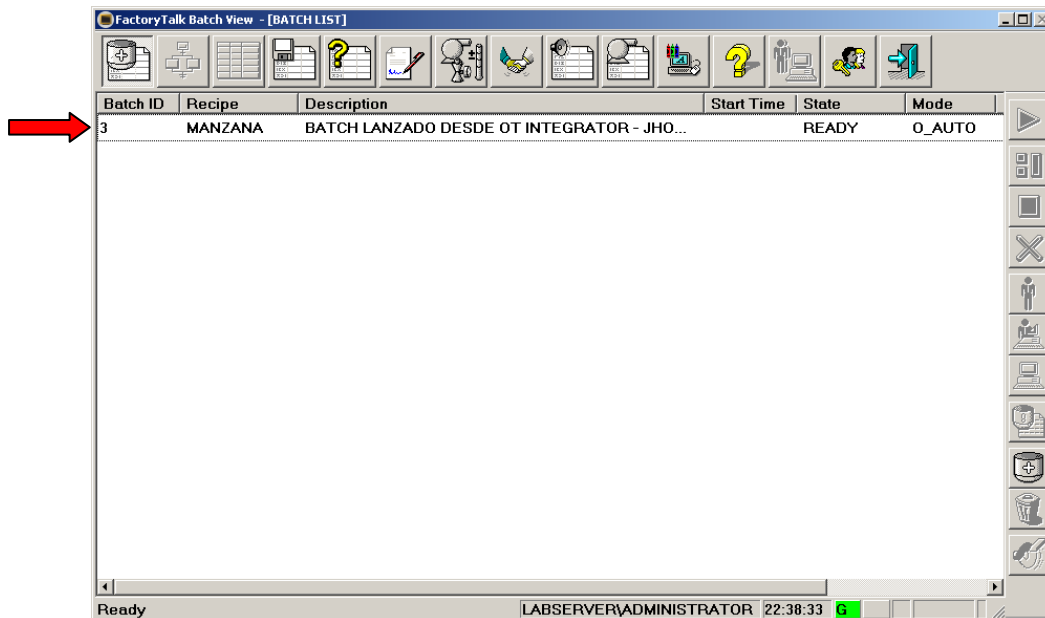

Figura 75. Batch List en FT Batch View
- Verifique en el listado de Batch el Batch ID correspondiente a la orden de trabajo que fue adicionada en el paso 1.2. La interfaz que se despliega es como la mostrada en la Figura 75.